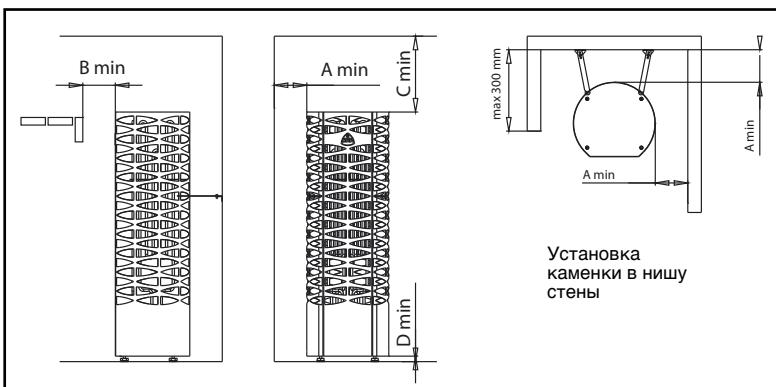

Рисунок 1. Расстояния безопасности для каменки SAANA
**) См. рис.1
- Электрокаменку допускается устанавливать также в нишу стены. См.рисунок 1.